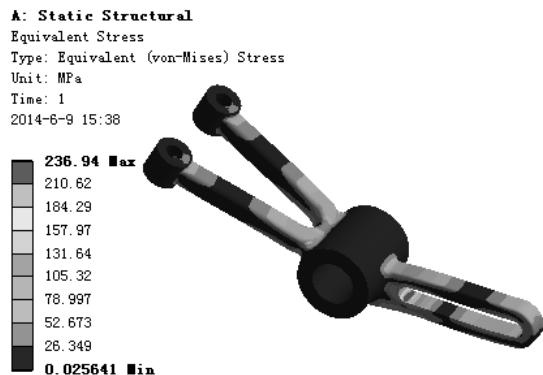

图 7.7.8 应力结果图解
(1) 求解分析。在顶部工具栏中单击 **Solve** 按钮求解分析。
(2) 查看应力结果图解。在“Outline”窗口中选中 **Equivalent Stress**，查看图 7.7.8 所示的应力结果，其最小应力为 0.025641MPa，最大应力为 236.94MPa。因为最大应力小于之前假设的最大应力值，所以零件强度在该工况下能安全工作。